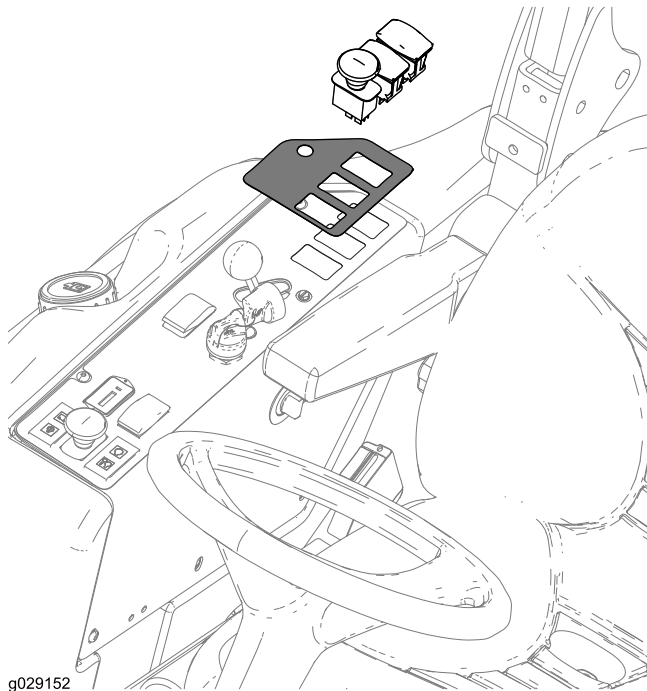

Figura 20
1. Sul lato inferiore del quadro di comando, individuate e rimuovete le 3 linguette in cui saranno installati gli interruttori (Figura 20).
2. Praticate gli stessi fori nell'adesivo del quadro di comando (Figura 20).
3. Installate l'adesivo e gli interruttori come mostrato nella Figura 20.